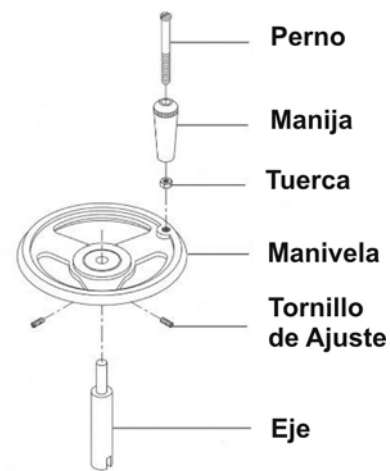

Figura 6
- Deslice el eje en la manivela y asegúrelo con los tornillos de ajuste, como se muestra en la Figura 6.